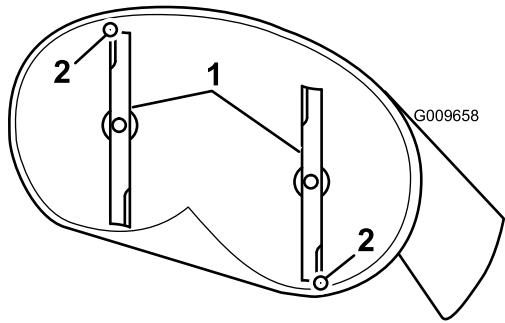

Figure 51
4. Faites pivoter les lames avec précaution pour faire passer les pointes avant à l'arrière (Figure 51).
5. Mesurez la distance entre la pointe de la lame avant et la pointe de la lame arrière par rapport à la surface plane (Figure 51). Si la pointe avant de la lame n'est pas de 1,6 à 7,9 mm plus basse que la pointe arrière, réglez le contre-écrou avant.
lame soit de 1,6 à 7,9 mm plus bas que la pointe arrière (Figure 51).